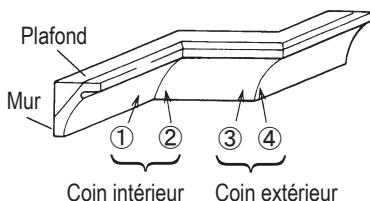
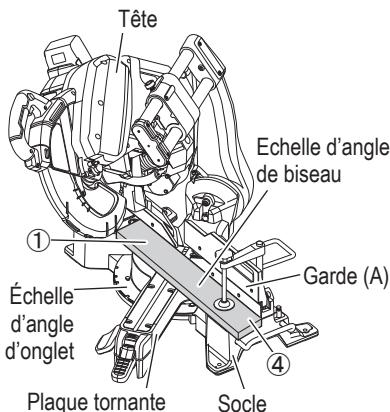
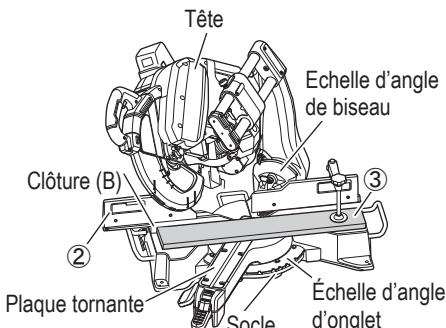
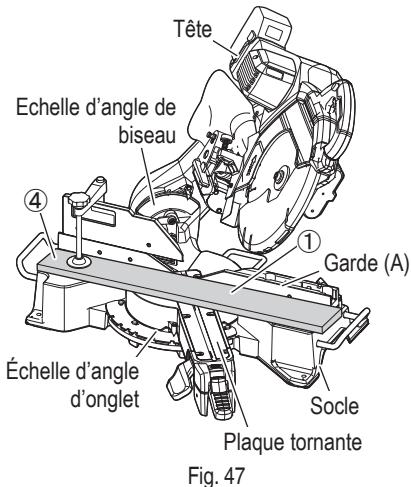

Fig. 42
Fig. 43
Fig. 44
Fig. 47
Pour les montures de corniche complexe, voir la Fig. 42.
Pour découper une corniche complexe aux positions ① et ④ de la Fig. 42.
Pour découper une corniche complexe aux positions ② et ③ de la Fig. 42
- (1) Réglage de coupe en corniche complexe aux positions ① et ④ de la Fig. 42 (voir Fig. 43; incliner la tête vers la gauche):
- (2) Réglage de coupe en corniche complexe aux positions ② et ③ de la Fig. 42 (voir Fig. 44; incliner la tête vers la gauche):
- (3) Réglage de coupe en corniche complexe aux positions ① et ④ de la Fig. 42 (voir Fig. 47; incliner la tête vers la droite):
- (4) Réglage de coupe en corniche complexe aux positions ② et ③ de la Fig. 42 (voir Fig. 48; incliner la tête vers la droite):